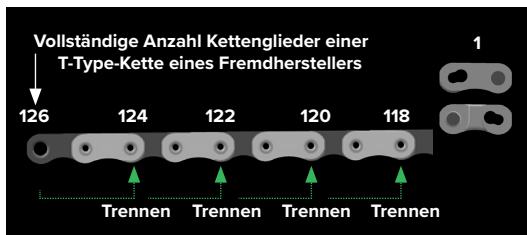

Abbildung 2
- 3** Zählen Sie von 126 bis zur Anzahl von Kettengliedern herunter, die in der Tabelle angegeben ist. Öffnen Sie die Kette mit einem zugelassenen Kettennietdrücker am inneren Glied (Abbildung 2).